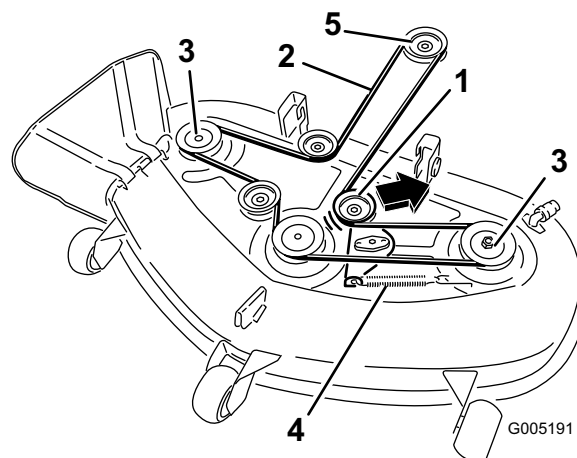

Figure 46
- Tirez la poulie de tension dans la direction indiquée à la Figure 46 et retirez la courroie des poulies.
- Acheminez la courroie neuve autour de la poulie du moteur (Figure 46).
- Tirez la poulie de tension dans la direction indiquée à la Figure 46 et acheminez la courroie autour de la poulie de tension (Figure 46).